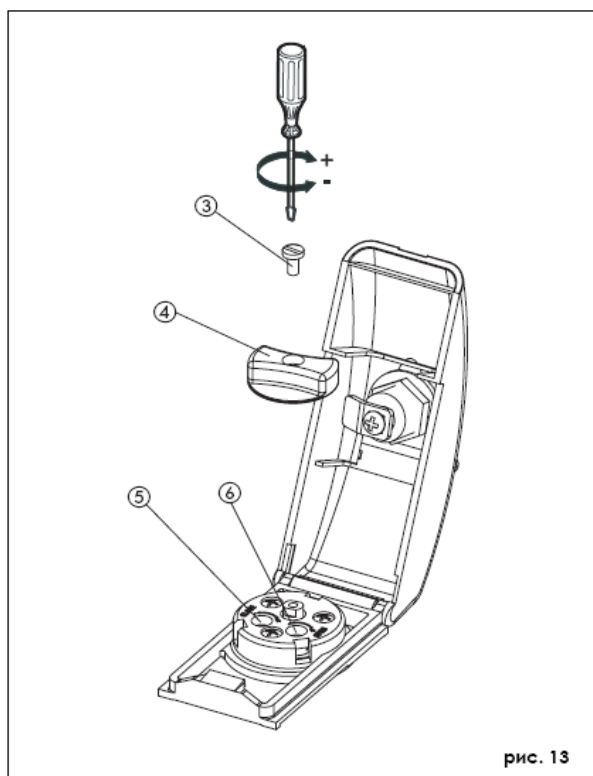

рис. 13
- Откройте крышку (рис. 13).
- Выкрутите винт (рис. 13, поз. 3) крепления поворотной ручки и снимите ручку (рис. 13, поз. 4).
- Отрегулируйте передаваемое усилие с помощью двух винтов привода (рис. 13, поз. 5 и 6), связанных с перепускными клапанами.
- После завершения настройки установите поворотную ручку (рис. 13, поз. 4) и затяните винт крепления (рис. 13, поз. 3).